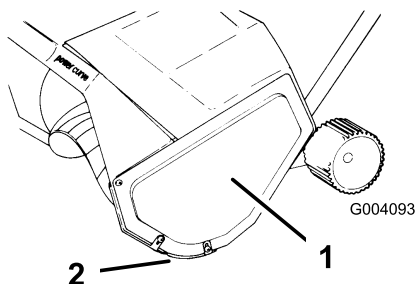

Figure 15
Note: Als u de rotoras niet kunt verwijderen door de rotor vast te houden, moet u de linkerkap en de ski weghalen (Figure 15).
1. Verwijder de 3 schroeven waarmee de linker zijplaat is bevestigd aan het frame van de sneeuwruimer (Figure 15).
1. Verwijder de schroeven waarmee de linker zijplaat en de ski zijn bevestigd aan het frame van de sneeuwruimer (Figure 15).